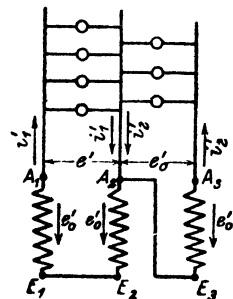
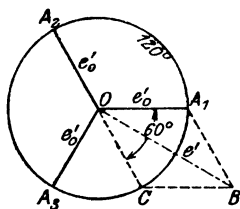

Fig. 100.
Fig. 101.
246. In Fig. 100 seien A_1E_1 , A_2E_2 , A_3E_3 drei gleiche EMK, die gegeneinander um Winkel von je 120° verschoben sind. Die Enden E_1 und E_2 sind miteinander verbunden, ebenso A_2 mit E_3 . Zwischen A_1 und A_2 , ebenso zwischen A_2 und A_3 werden Lampen gehalten. Die erste Lampengruppe braucht 6,65 [12] (15) A, die zweite 4,6 [10] (7) A. Gesucht:
Zu a): Wie die Pfeile in Fig. 100 zeigen, sind die EMK in A_1E_1 und A_2E_2 einander entgegengerichtet, müssen also subtrahiert werden (geometrisch). In Fig. 101 sind $\overline{A_1O}$, $\overline{A_2O}$, $\overline{A_3O}$ die drei gleichen EMK, die gegeneinander um 120° verschoben sind. Soll $\overline{A_2O}$ von $\overline{A_1O}$ subtrahiert werden, so verlängere man $\overline{A_2O}$ über O um sich selbst und addiere \overline{OC} zu $\overline{OA_1}$, d. h. bilde aus $\overline{OA_1}$ und \overline{OC} das $\triangle OA_1BC$, dessen Diagonale \overline{OB} die gesuchte Differenz ist. Aus $\triangle OA_1B$ folgt
Zu b): Die Spannung der zweiten Lampengruppe ist die zwischen A_3 und E_3 herrschende, also die Spannung $e_0' = \overline{A_3O}$ in Fig. 101.
Zu c): Da bei induktionsfreien Widerständen die Richtungen der Stromvektoren mit denen der Spannungen zusammenfallen, so sehen wir, daß die Stromvektoren i_1' und i_2' miteinander dieselben Winkel bilden, wie die Spannungen \overline{OB} und $\overline{OA_3}$ in Fig. 101. Nun ist aber